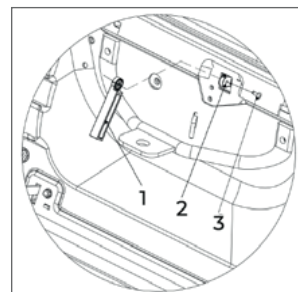

Рис. 11
**6.10 Установка нажимной пластины сигнализатора заполнения травосборника (рис. 11)**
- Установить пластину по указателям (рис.11, поз. 1) на заднюю панель с помощью болта (3).